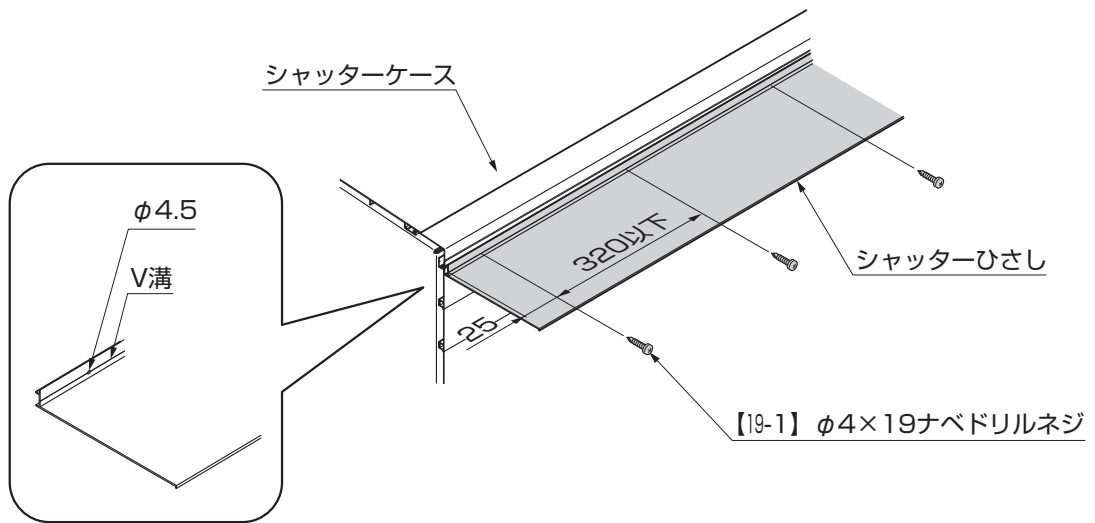

図3-1
- ①シャッターケースに合わせてシャッターひさしを切断してください。
- ②シャッターひさしのV溝に合わせてφ4.5の穴加工をしてください。（図3-1参照）
- ③シャッターひさしをシャッターケースに【19-1】で取付けてください。（図3-1参照）